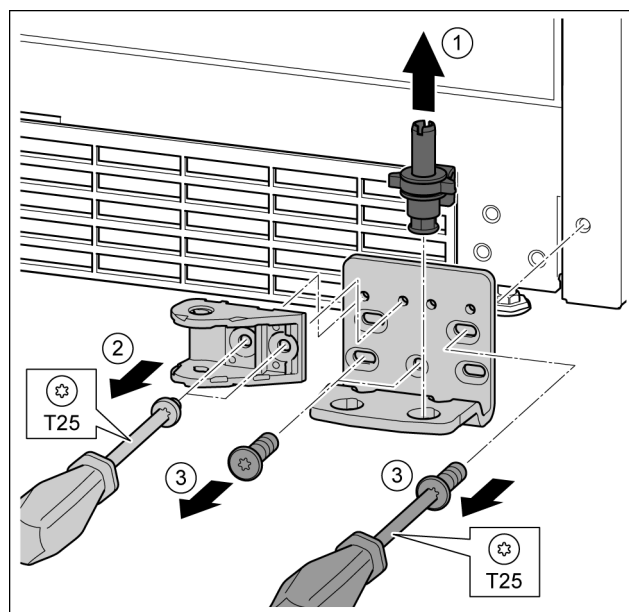

Fig. 30
- ▶ Ložiskový čap vyťahnite úplne nahor. Fig. 30 (1)
- ▶ Skrutky vyskrutkujte skrutkovačom T25 a odnímate spoj zatváracieho tlmiača. Fig. 30 (2)
- ▶ Skrutky vyskrutkujte skrutkovačom T25 a odnímate ložiskovú konzolu. Fig. 30 (3)